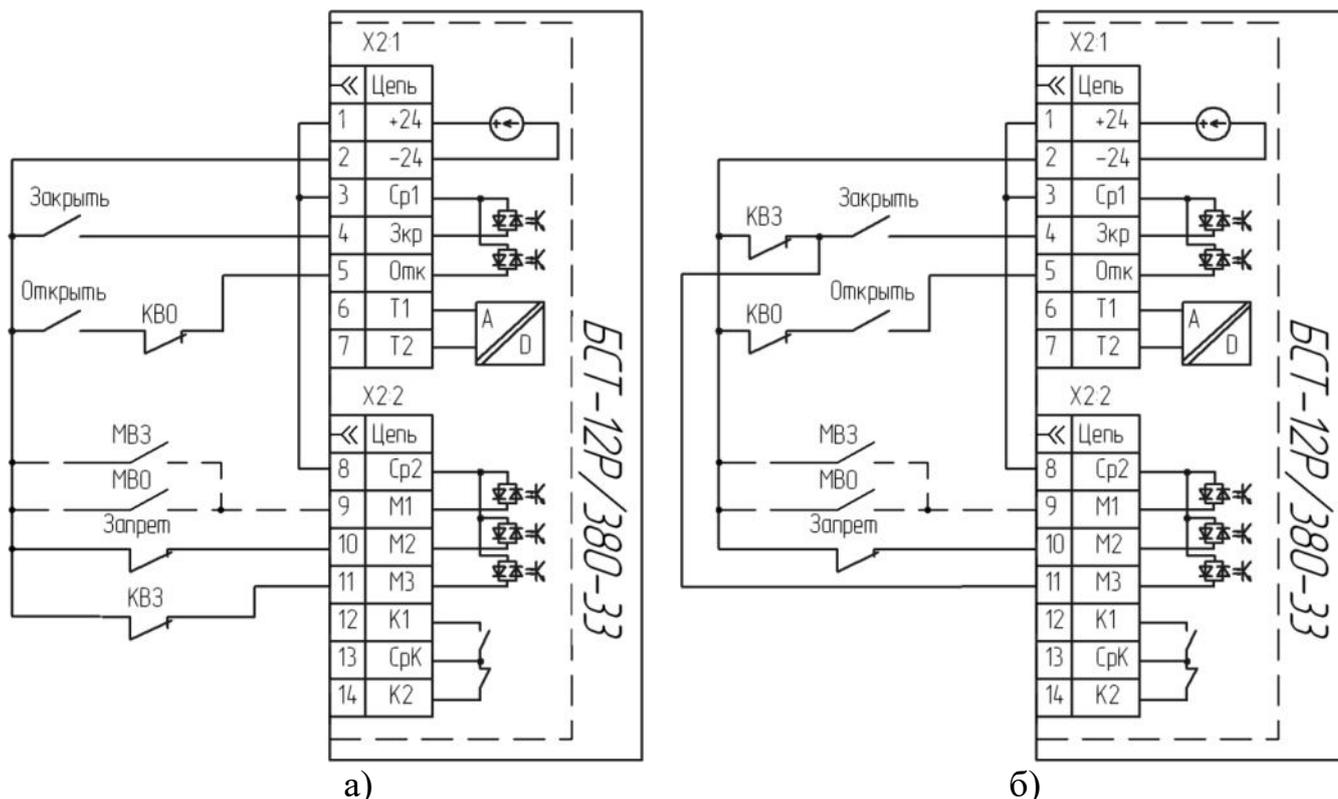

Рисунок 8 – Примеры схем подключения для варианта настройки входов 3
5. Режим дожима во время закрытия включается при снятии сигнала со входа «М3» при наличии сигнала на входе «Зкр» (см. рисунок 8, а), а также при одновременном снятии сигналов с входов «Зкр» и «М3» (см. рисунок 8, б).. Переход в состояние «Закрото» после превышения тока больше уставки *Idжм* или по сигналу МВЗ (см. 2.3).